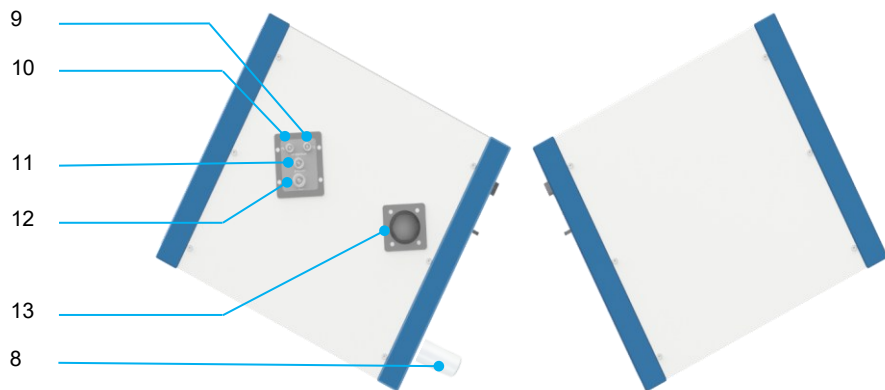

Figura 3: Vista laterale destra e sinistra dell'unità pompa
- Collegare la testa della pompa all'innesto magnetico situato sul lato esterno dell'unità pompa del Kidney Assist (Figura 3, voce 13).